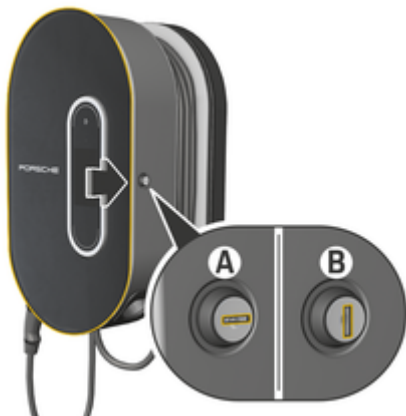

Рис. 128 Зарядная док-станция
- ▶ Поверните замок в положение **А** (Рис. 128).
- ▶ Поверните замок в положение **В** (Рис. 128).